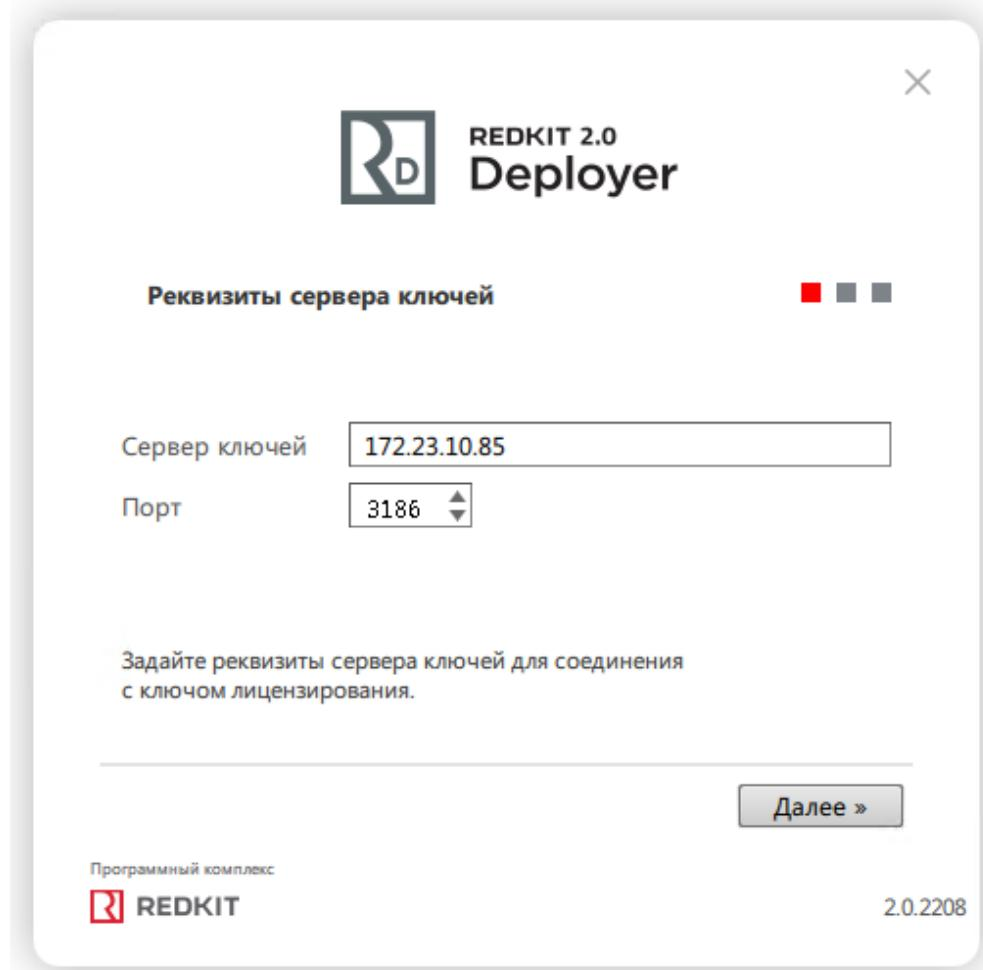

Рисунок 65 - Реквизиты сервера ключей
18.Укажите IP-адрес основного сервера ключей, порт оставьте по умолчанию (Рисунок 65).